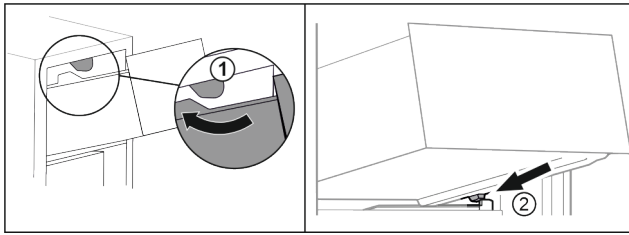

Fig. 112
- Predal speljite okrog zgornjih zaustavljalnikov. Fig. 112 (1)
- Predal postavite v poševnem položaju za spodnjimi zaustavljalniki na nastavek za posodo. Fig. 112 (2)